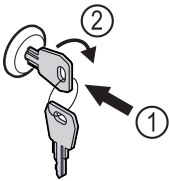

Fig. 155 Beispielhafte Darstellung
► Schlüssel hineindrücken Fig. 155 (1).
► Schlüssel um 90° im Uhrzeigersinn drehen Fig. 155 (2).